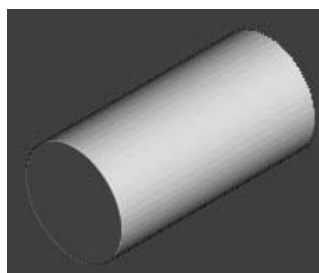

图 4-87 仿真加工结果
2) 在“仿真”工具栏的“当前刀具路径”下拉列表中选择要模拟的刀具路径 finish1，然后单击“执行”按钮，系统开始自动仿真加工，仿真加工结果如图 4-87 所示。